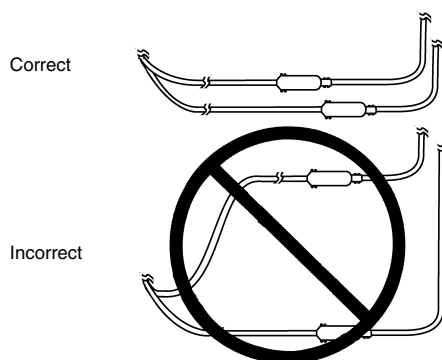

Figure 2. Tunnellisation des deux électrodes-extensions
- Si deux électrodes sont implantées, tunneller les extensions de manière à minimiser l'espace entre les deux (Figure 2). Si les électrodes-extensions sont tunnelliées en boucle et que le patient est exposé à des sources d'interférences électromagnétiques (système de détection de vol par exemple), il pourra ressentir une augmentation temporaire de la stimulation décrite comme inconfortable par certains patients (sensation de secousse ou de choc).